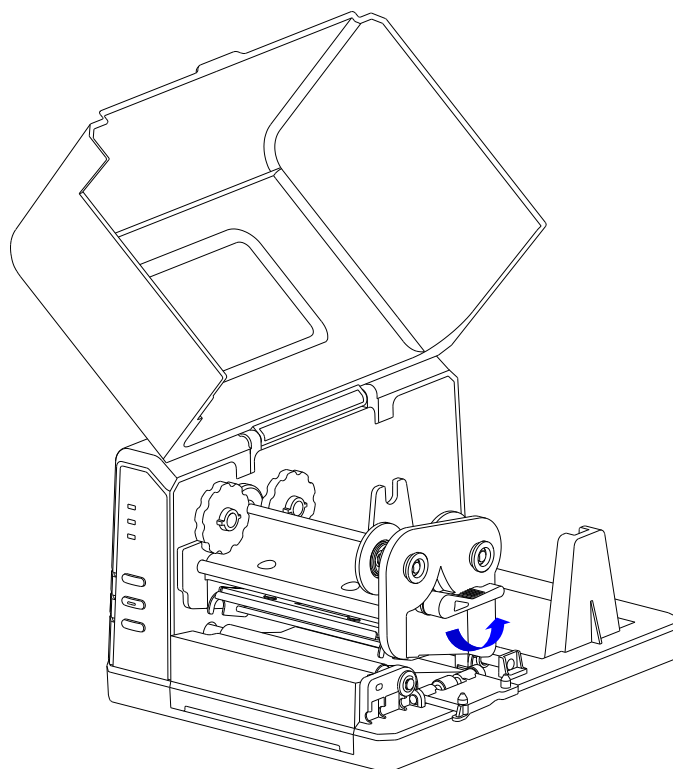

图 2-4
1. 打开打印机右盖，沿 OPEN 方向转动手柄，打开打印模组扣板，如图 2-4 所示。